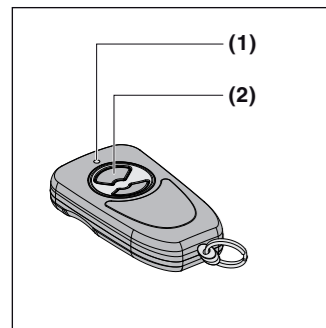

Fig. 1
2 Gerätebeschreibung (Fig. 1)
4.2 Den Handsender verwenden (Fig. 1)
- ▶ Die Taste (2) am Handsender drücken. Die mit der Taste verbundene Funktion (z. B. Tor auf/zu) wird ausgeführt.
2 Description de l'appareil (fig. 1)
4.2 Utilisation de l'émetteur (fig. 1)
- ▶ Appuyez sur la touche (2) de l'émetteur. La fonction liée à cette touche (par exemple ouverture / fermeture de la porte) s'exécute.
2 Beschrijving van het toestel (fig. 1)